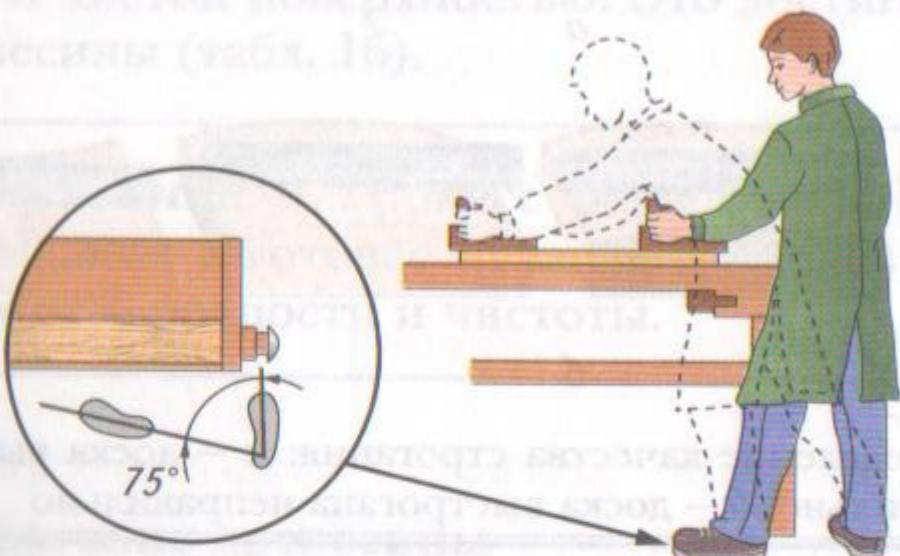

Рис. 113
3. Перед строганием необходимо принять устойчивую рабочую позу: встать к верстаку вполоборота, левую ногу поставить вдоль верстака слегка вперед, а правую так, чтобы угол между ступнями был около 75° (рис. 113).